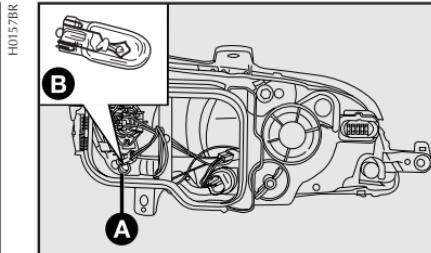

fig. 32
- 2) retirar el portalámparas A-fig. 32 girando en sentido antihorario;